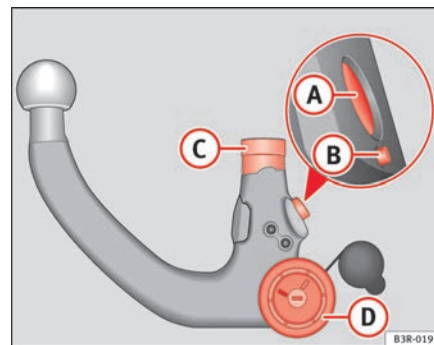

Fig. 150 Dispositivo desmontable para remolque: Rótula
- Compruebe que el perno de bloqueo **(A)**, la palanca de desenclavamiento **(B)**, el vástago de encaje **(C)** y la rueda moleteada **(D)** ⇒ página 199, fig. 150 de la rótula no están sucios ni deteriorados.